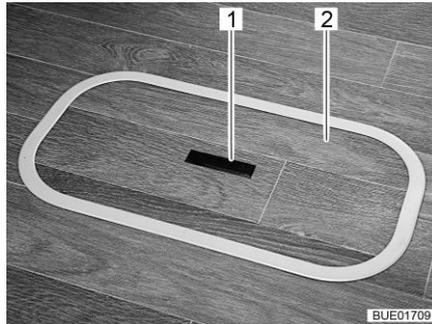
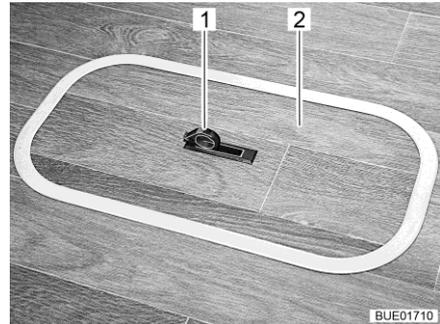

Fig. 68 Couverture compartiment dans le plancher (poignée encastrée)
Fig. 69 Couverture compartiment dans le plancher (poignée pivotée vers l'extérieur)
- Pousser la plaque de la poignée (Fig. 68,1) vers le bas d'un côté. La poignée (Fig. 69,1) pivote vers le haut.
- Tirer le couvercle (Fig. 68,2 et Fig. 69,2) vers le haut pour le retirer.